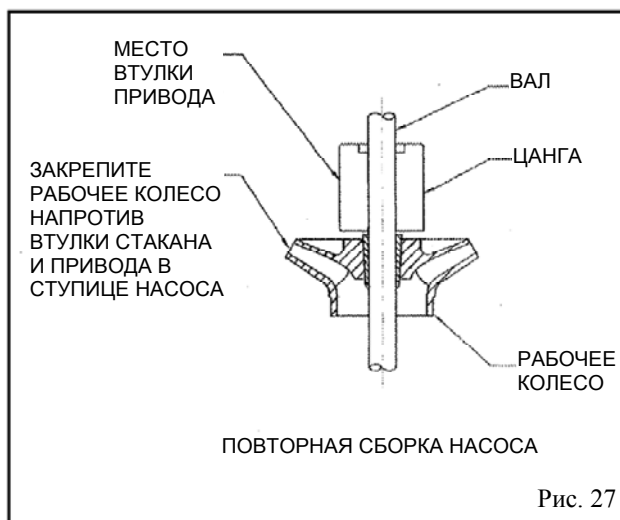

Рис. 27
- Вставьте отвертку в паз на конической цанге (677), растяните паз и наденьте втулку на вал насоса. Закрепите рабочее колесо напротив стакана и наденьте втулку на ступицу рабочего колеса.
- Закрепите вал болтом с шайбой напротив маслозаборника и вбейте коническую цангу на место втулки привода. (см. рис.27) После поместите втулку на место, проверьте размер "X" .